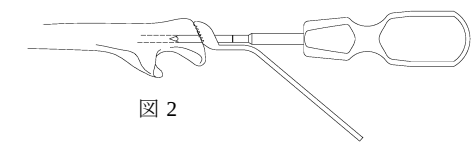

図 2
- 2) 尺骨ロッド用オウルを再度挿入し、尺骨ロッド用チゼルガイドの凹部に係合させて位置合わせを行います。（図 2）